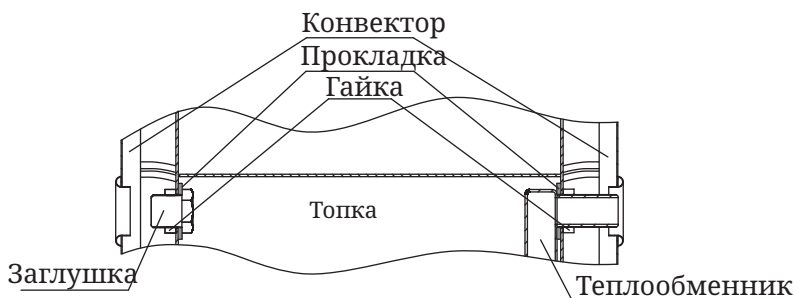

Рисунок 14. Демонтаж теплообменника
3. Снять теплообменник (рисунок 14) отвернув гайки 2 шт. и вынув его из отверстий, прокладки остаются на штуцерах;